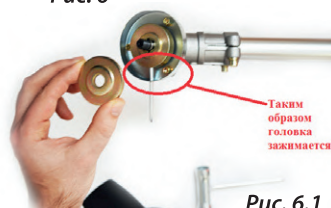

Рис. 6.1
1. Установите внутренний фланец (5) на выходной вал (6) и поверните так, чтобы ключом через отверстие в корпусе редуктора (7) застопорить его (рис. 6.1/ рис. 6.2).
2. Установите нож (4) на посадочное место во внутреннем фланце (5).
3. Установите на выходной вал (6) прижимной фланец (3) и отбойник (2).
4. Закрутите гайку (1) с помощью ключа. Резьбовое соединение имеет левую резьбу, поэтому закручивание произведите в направлении против часовой стрелки.